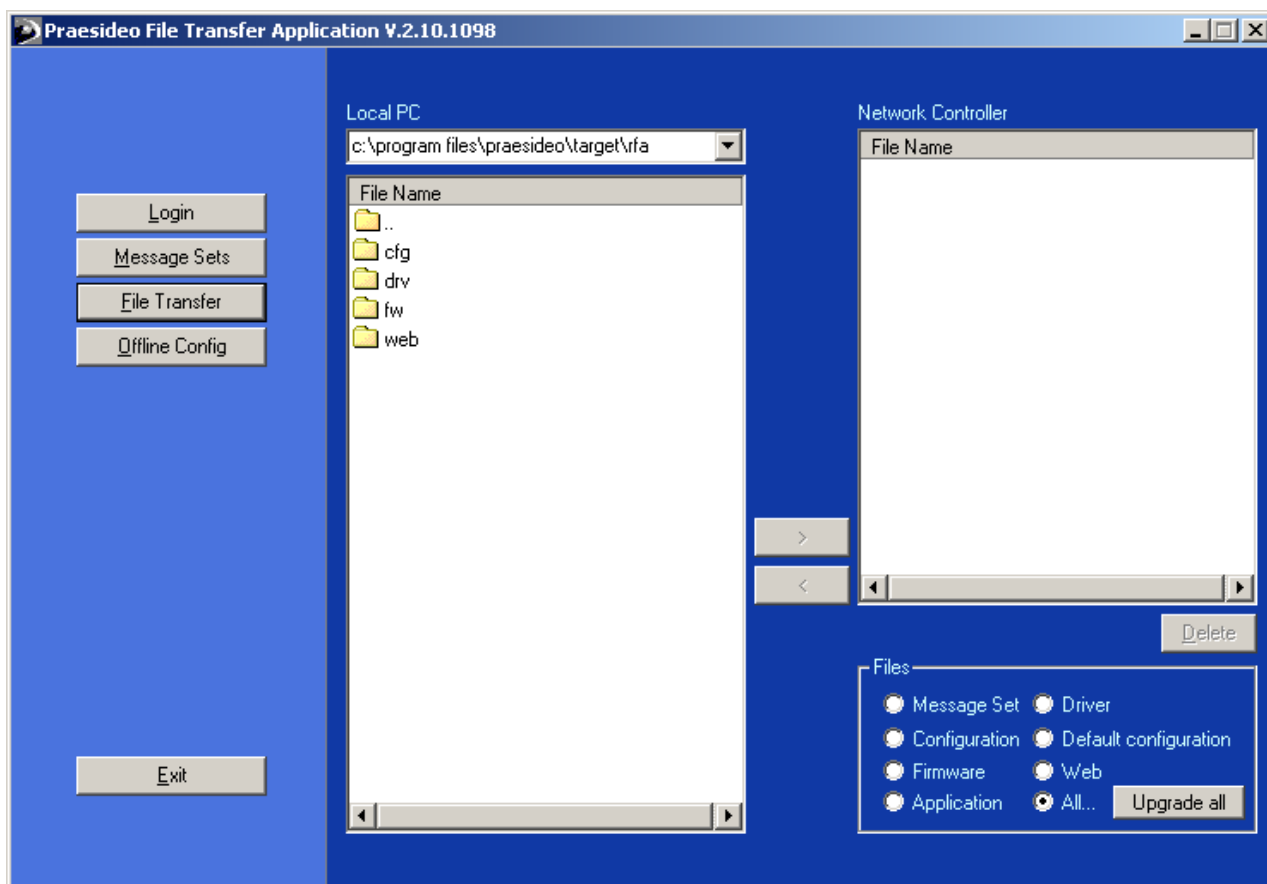

figura 26.7: Schermata del trasferimento di file
- 1 In *File Transfer Application*, fare clic sul pulsante *File Transfer*. Appare una schermata simile a quella in figura 26.7 .